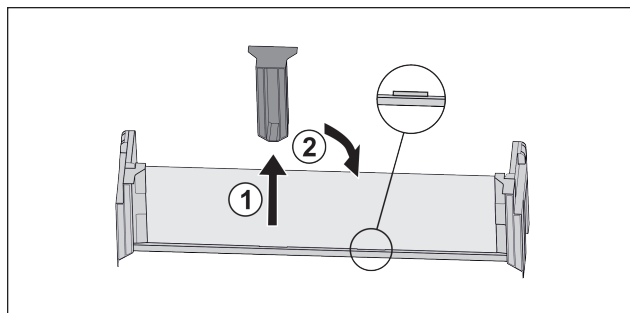

Fig. 21
- ▶ Snemite sredinski držalni del Fig. 21 (1).
- ▶ Sredinski držalni del vstavite na drugem položaju Fig. 21 (2).